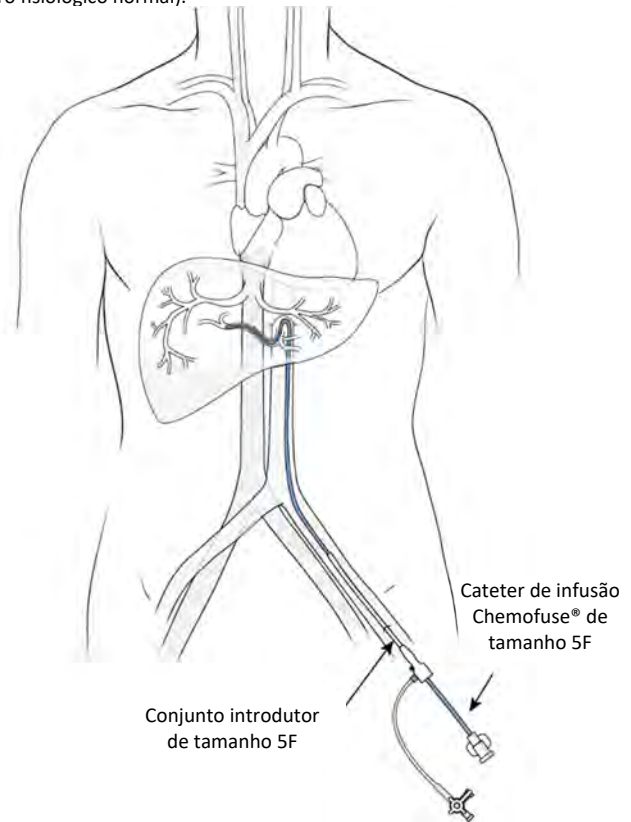

Figura 25
- (a) Introduza o cateter Chemofuse® de tamanho 5F através da bainha e manipule-o por cima de um fio-guia até à artéria hepática própria, ver Figura 25. Segundo o critério do radiologista intervencionista, pode ser introduzido um microcateter coaxialmente através do cateter de tamanho 5F para colocação seletiva da ponta do cateter para perfusão do fármaco. Se for utilizado um microcateter, ligue uma válvula hemostática rotativa (do tipo Touhy-Borst) ao cateter de tamanho 5F e insira o microcateter no cateter de tamanho 5F através da válvula. Três microcateteres foram qualificados pela Delcath para utilização com o sistema CHEMOSAT®. Selecione um dos três microcateteres qualificados (consulte a Descrição dos Componentes do Sistema, pág. 6).